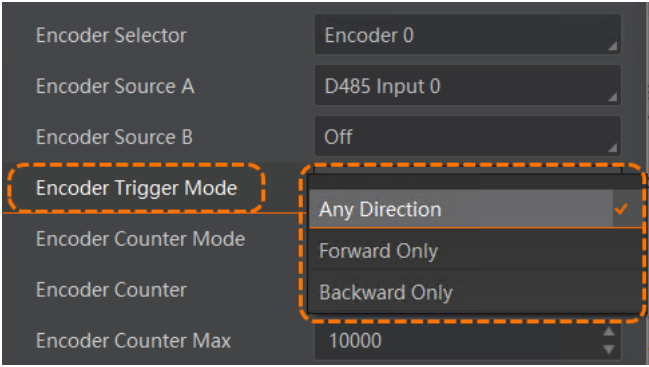
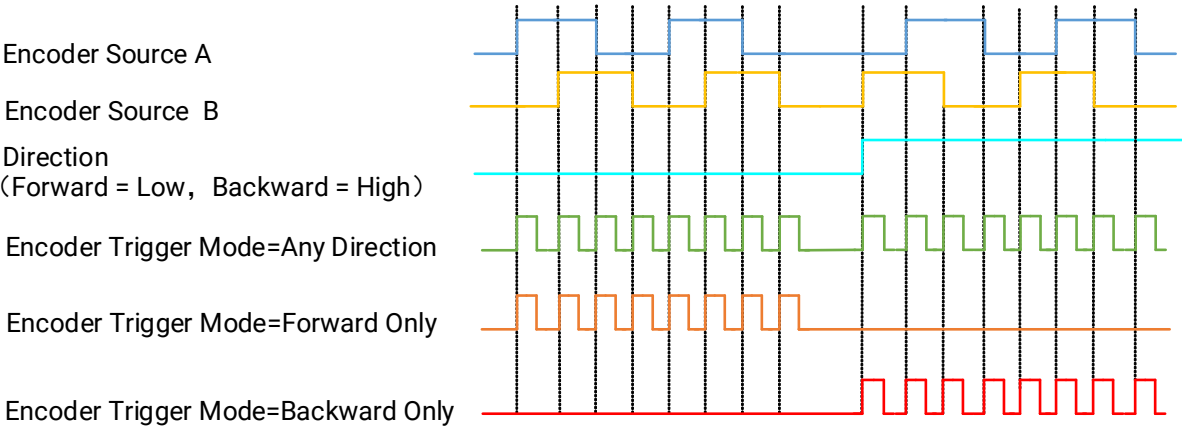

图5-18 触发信号设置
图5-20 触发信号模式工作原理
3. 在 *Encoder Trigger Mode* 参数处选择轴编码器信号触发模式，不同触发信号模式的输出信号工作原理如 图 5-20 所示，触发信号模式参数设置如 图 5-18 所示。